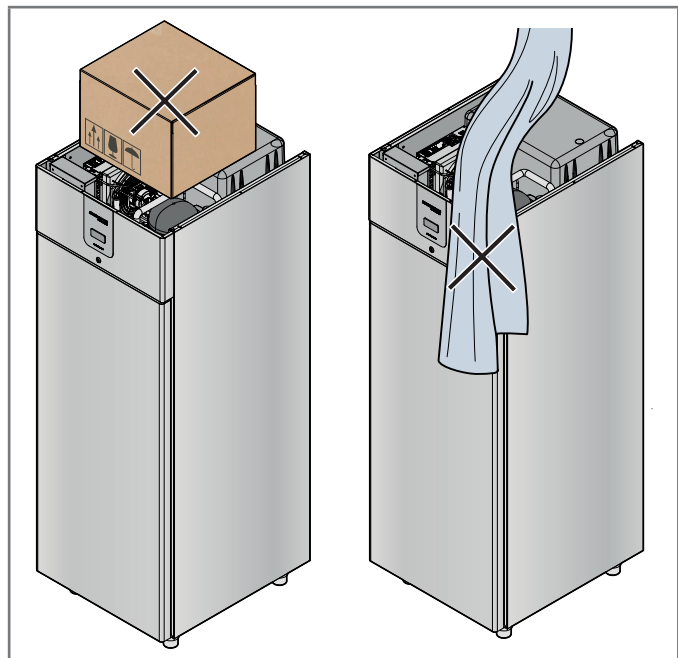

Fig 1.6 - Positionnement
- Ne pas obstruer les ouvertures de ventilation de l'appareil (Fig. 1.6).